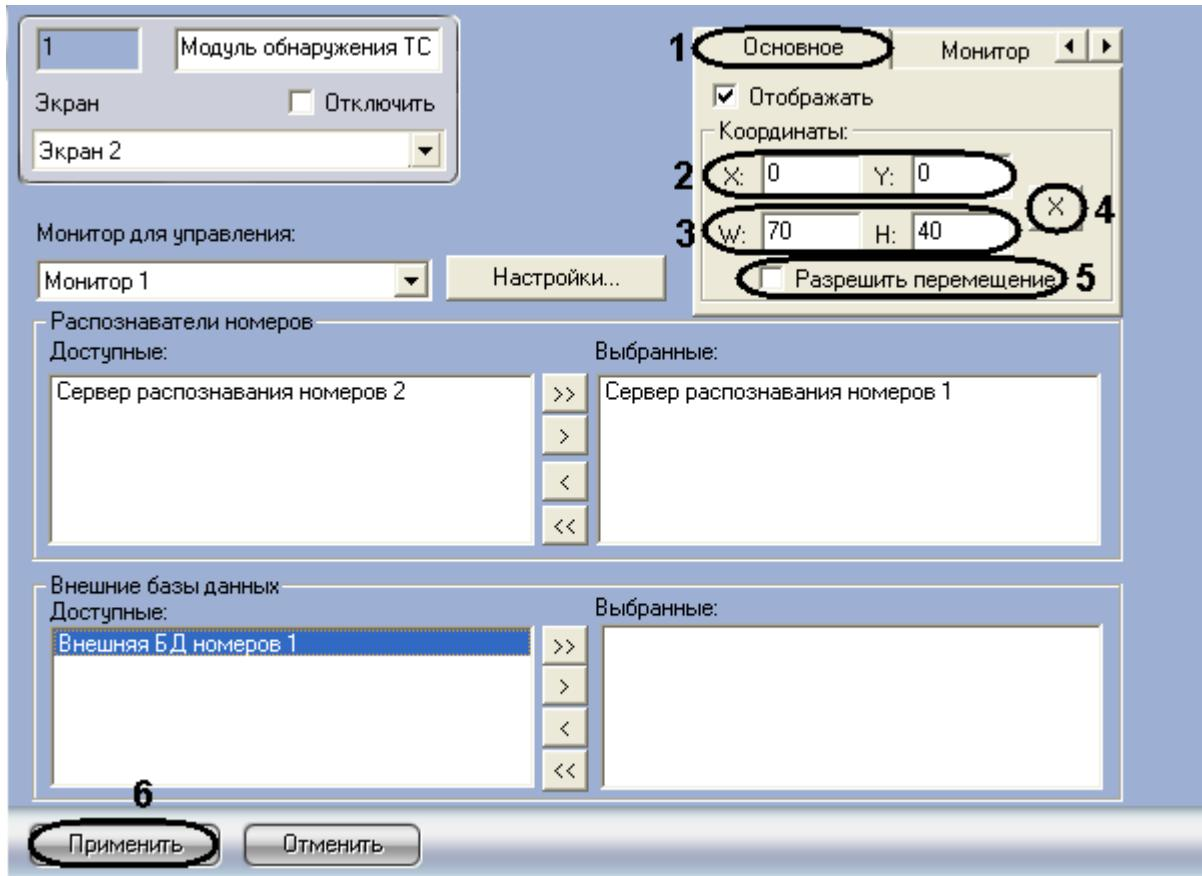

Рис. 7.9—2. Настройка размещения компонента «Оперативный монитор»
- Перейти на панель настройки объекта «Модуль обнаружения ТС» (Рис. 7.9—2).
- Перейти на вкладку «Основное» (см. Рис. 7.9—2, 1).
- Задать координаты левого верхнего угла интерфейсного компонента «Оперативный монитор»: поля «X» (отступ по горизонтали от левой границы экрана компьютера) и «Y» (отступ по вертикали от верхней границы экрана компьютера) (см. Рис. 7.9—2, 2).